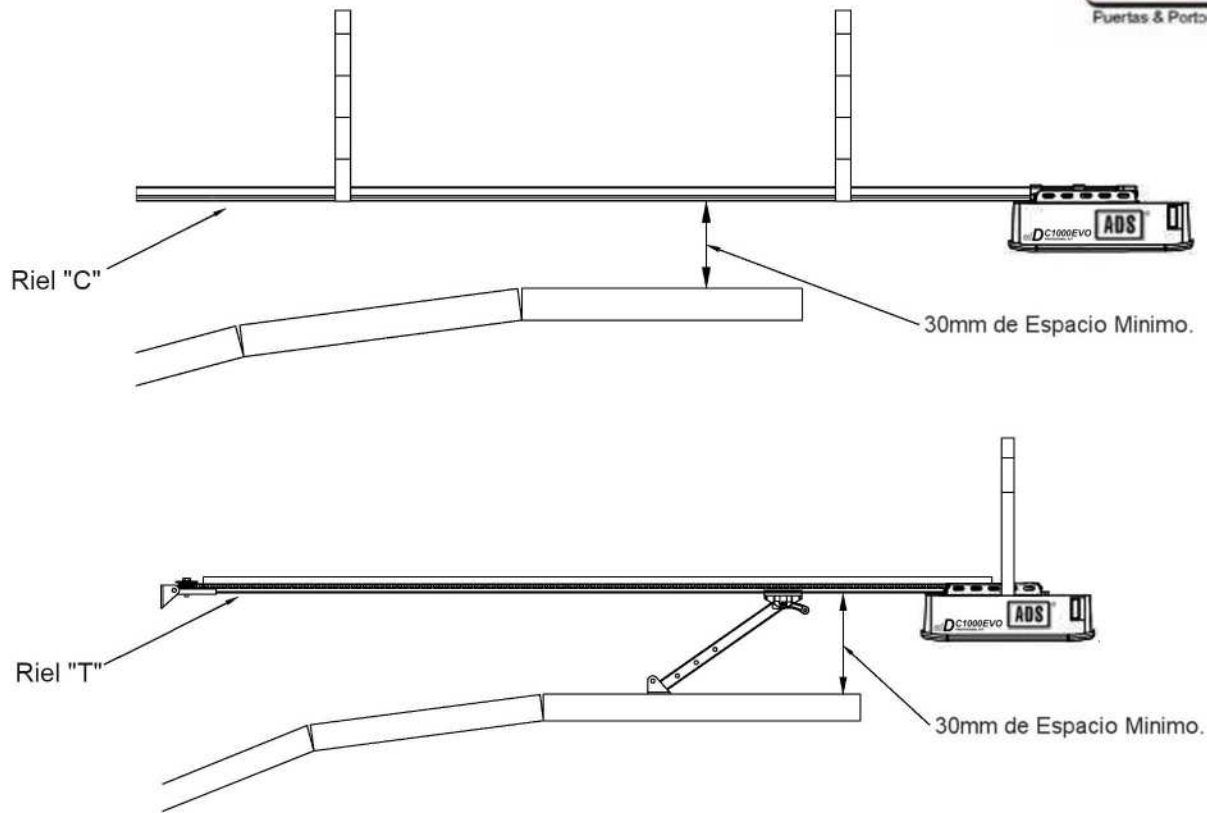

Fig.4
- 5.Debe haber 30mm de Espacio como Mínimo entre la parte Inferior del Riel y la parte Superior del Portón en el punto de Apertura. Ver (Fig.4).